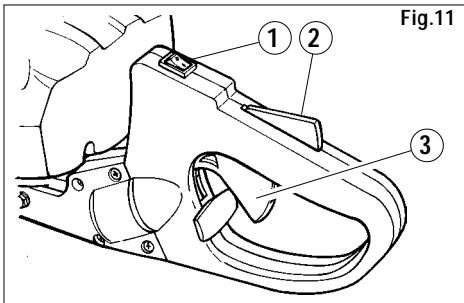

Fig.11
- 2) Premere l'interruttore di arresto (fig. 11 part.1) sulla posizione „ON“.
- 5) Afferrare l'impugnatura posteriore con la mano sinistra premendo con il palmo il blocco acceleratore (fig.11 part.2), si libera in questo modo il movimento dell'leva acceleratore (fig.11 part. 3).
1) Per arrestare il motore, portare l'interruttore (fig.11 part. 1) nella posizione "**OFF**".